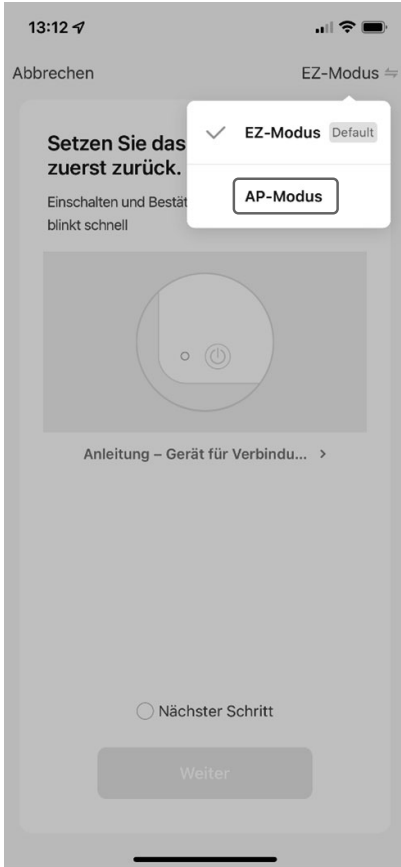

Abb. 5
- ▶ Wählen Sie im Auswahlfenster den AP-MODUS aus (**s. Abb. 5**).